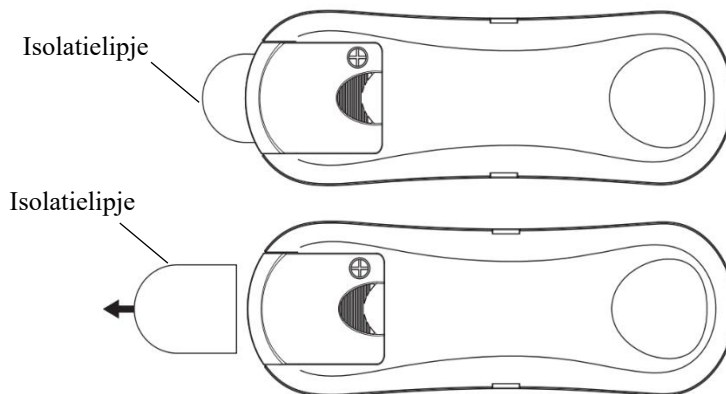

Fig. 10a
1. De CR2032 batterij is reeds in de afstandsbediening geïnstalleerd. Voordat de afstandsbediening voor de eerste keer wordt gebruikt, trek het isolatielipje uit. (Fig. 10a)